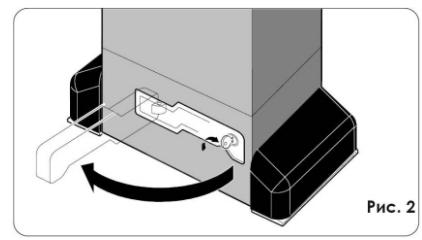

Рис. 2
3. Не вынимая ключа потяните рычаг расцепителя на себя (Рис. 2).